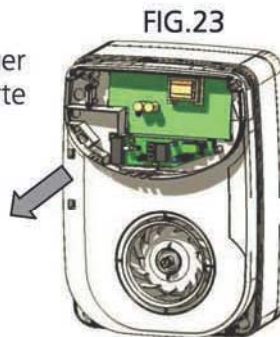
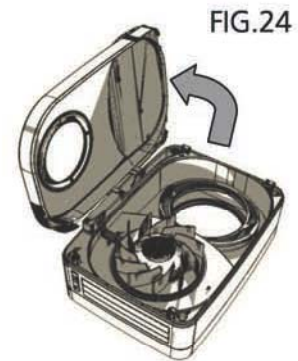

FIG.23
FIG.24
- 3- Tirer à l'endroit indiqué pour engager les charnières (FIG 23) et ouvrir la porte (FIG 24)